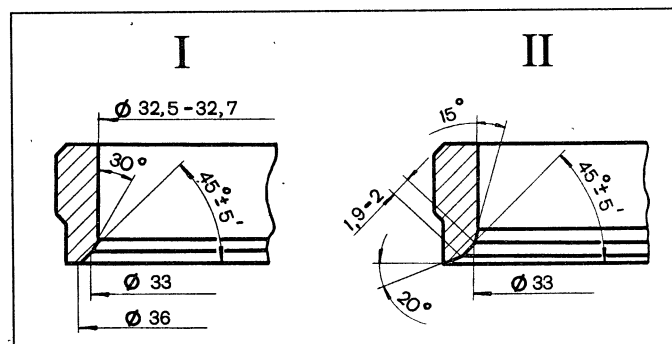

Рис. 2-46. Профиль седла впускного клапана: I – новое седло; II – седло после ремонта
**Седла клапанов.** Форма фасок седел клапанов показана на рис. 2-46 и 2-47. На рабочих фасках седел (зона контакта с клапанами) не должно быть точечных раковин,
Для седел выпускных клапанов ширину рабочей фаски доведите до величин, указанных на рис. 2-46, зенкером А.94031 (угол 20°) и зенкером А.94092, которым устраняется наклеп на внутреннем диаметре. Зенкеры надеваются на шпindel А.94058 и, так же, как и при шлифовании, центрируются стержнем А.94059.